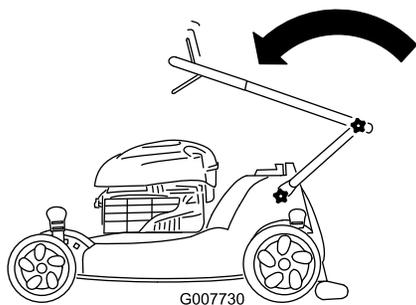

Figure 55
2. Pliez la moitié supérieure du guidon en avant de la manière indiquée (Figure 55).